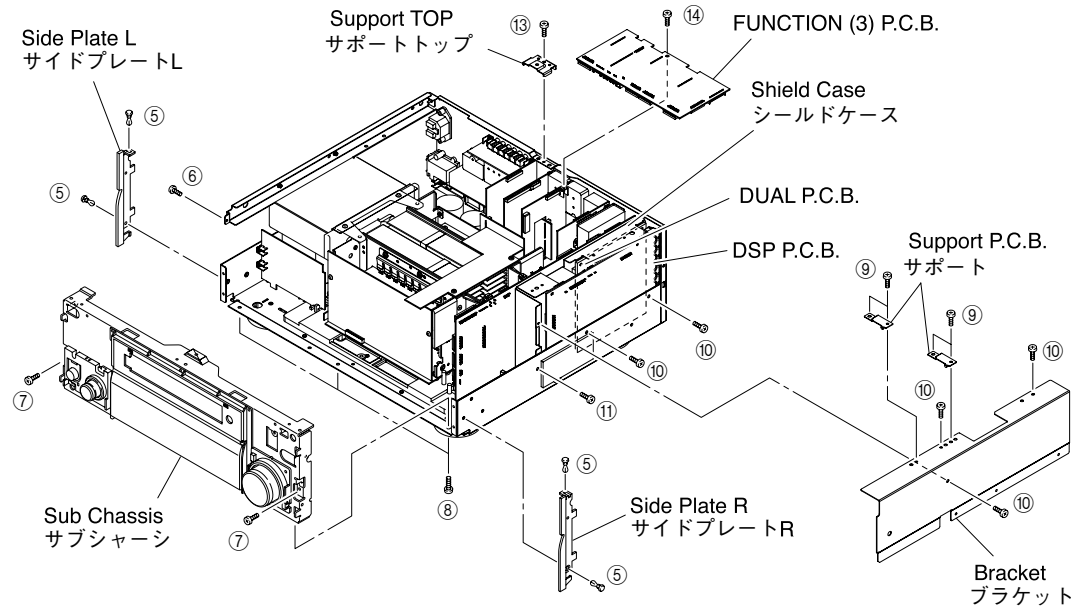

Fig. 2
- a. Remove 4 push rivets (⑤) and then remove the Side Plates L/R. (Fig. 2)
- b. Remove 1 screw (⑥), 2 screws (⑦) and 3 screws (⑧). (Fig. 2)
- d. Remove the Sub Chassis forward. (Fig. 2)
- a. Remove 4 screws (⑨) and then remove the 2 Support P.C.B.s. (Fig. 2)
- b. Remove 5 screws (⑩) and then remove the Bracket. (Fig. 2)
- c. Remove 1 screw (⑪). (Fig. 2)
- a. ⑤のプッシュリベット4本を外し、サイドプレートL/Rを取り外します。(Fig. 2)
- b. ⑥のネジ1本、⑦のネジ2本、⑧のネジ3本を外します。(Fig. 2)
- d. サブシャーシを前方に取り外します。(Fig. 2)
- a. ⑨のネジ4本を外し、サポートP.C.B.2個を取り外します。(Fig. 2)
- b. ⑩のネジ5本を外し、ブラケットを取り外します。(Fig. 2)
- c. ⑪のネジ1本を外します。(Fig. 2)
**5. Removal of FUNCTION (3) P.C.B.**
- a. Remove 1 screw (13) and then remove the Support Top. (Fig. 2)
- b. Remove 1 screw (14).
- d. Remove the FUNCTION (3) P.C.B. which is connected directly to the lower P.C.B. with connectors. (Fig. 2)
**5. FUNCTION (3) P.C.B.の外し方**
- a. ⑬のネジ1本を外し、サポートトップを外します。(Fig. 2)
- d. FUNCTION(3)P.C.B.を取り外します。但し、FUNCTION(3)P.C.B.は、下方のP.C.B.と直接コネクター接続されています。(Fig. 2)